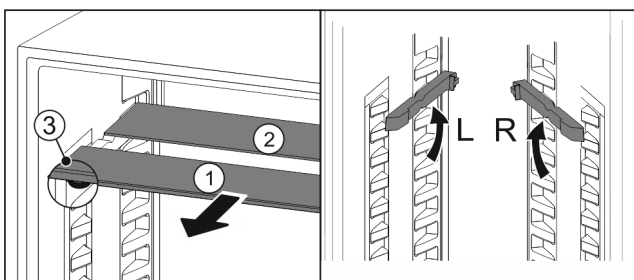

Fig. 70
- ▶ Vytiahnite sklené dosky jednotlivu dopredu Fig. 70 (1).
- ▷ Sklená doska Fig. 70 (1) s ozdobnou lištou leží vpred.
- ▷ Zarážky Fig. 70 (3) ukazujú nadol.